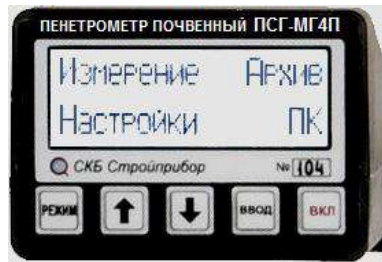

Рисунок 1.4 – Лицевая панель электронного блока ПСГ-МГ4П
1.4.2 На лицевой панели электронного блока (рисунок 1.4) размещен ЖК дисплей и клавиатура, состоящая из пяти клавиш.